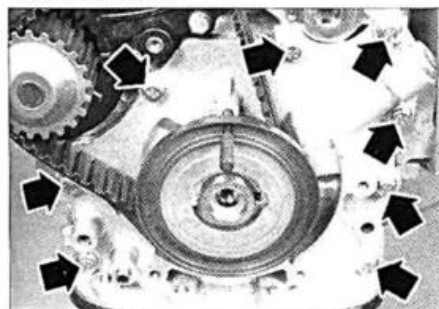

FIG. 17
- los ocho tornillos de la bomba de aceite en el extremo del cigüeñal (fig. 17).